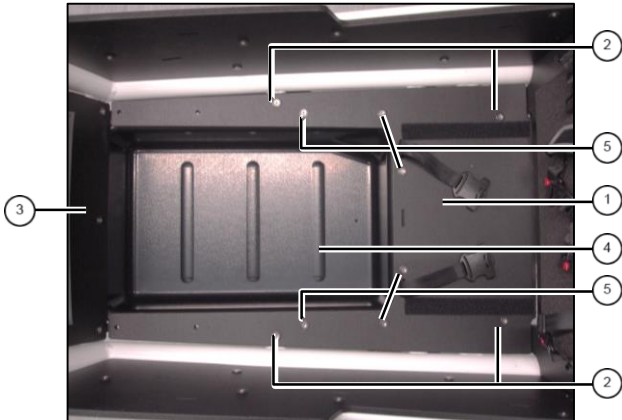

Abb.1: neue Bodenplatte mit Fussraum
2. Neue Bodenplatte am Rahmen an den Punkten ② mit je 4 Schrauben, U-Scheiben und Flanschmuttern aus Schritt 1 montieren (Abb. 1).
3. Neue Frontplatte ③ an den beiden oberen Punkten mit je 2 Schrauben, U-Scheiben und Flanschmuttern aus Schritt 1 montieren (Abb. 1).